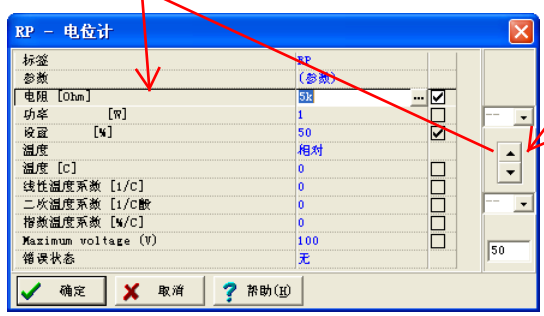

图 154 设定电位器阻值为 5k
③ 傅立叶分析：执行【分析|傅立叶分析|傅立叶级数】菜单命令，进行傅立叶级数分析，可分别定量地计算出电位器阻值为 1k 和 5k 时的谐波失真系数分别为 14.903% 和 0.32196%。
④ 采用示波器在线观察电位器 RP 的不同取值下的输出波形：执行【T&M|示波器】菜单命令，在电路图编辑窗口放置示波器，双击电位器 RP 在参数设置对话框中如图 154 所示设定电位器阻值为 5k，点击示波器中的【Run】按钮，示波器显示如图 155 所示的输出电压波形；然后，在已打开的电位器 RP 参数设置对话框中激活阻值域，点击对话框右侧的向下箭头改变电位器阻值，当电阻值减小到如图 156 所示的 1.65k 左右时，示波器显示的输出波形如图 157 所示。